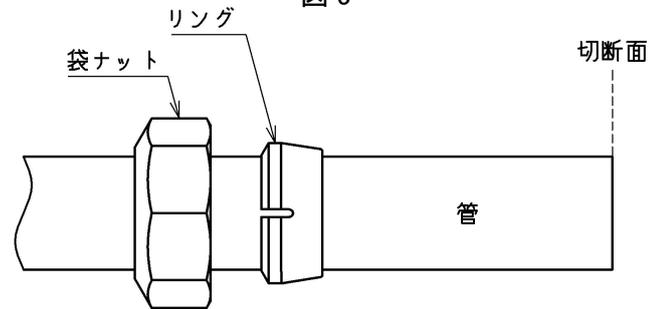

図6
2. 袋ナット、リングの順に、図6のような向きで管へ通してください。